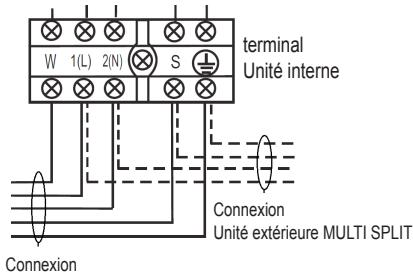

fig. 16 -
3. Établissez les connexions en vous reportant aux schémas de câblage de l'unité *"fig. 16 -"*.